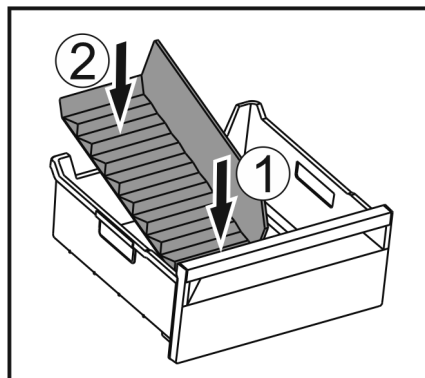

Fig. 68
- Vorderen Teil des Eisfach-Trenners einsetzen. Fig. 68 (1)
- Hinteren Teil des Eisfach-Trenners bis zum Schubfachboden absenken. Fig. 68 (2)